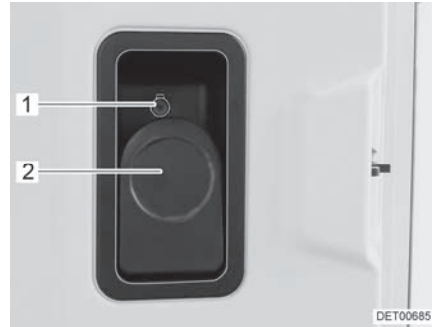

Fig. 31 Serratura della porta (porta di ingresso, lato interno)
- Tirare la leva (Fig. 31,2).
- Premere il bottone di sicurezza (Fig. 31,1).